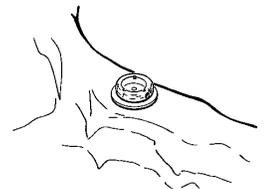

Fig. 5
2. Colocar el “Aro Blanco Espaciador LOCATOR” encima de la cabeza de cada “Pilar LOCATOR” (Fig. 5) El espaciador se utiliza para proteger la superficie inmediata que rodea al “Pilar LOCATOR”. El espacio creado permitirá la completa función resellante y de rotación de la capsula de metal sobre el macho de nylon.